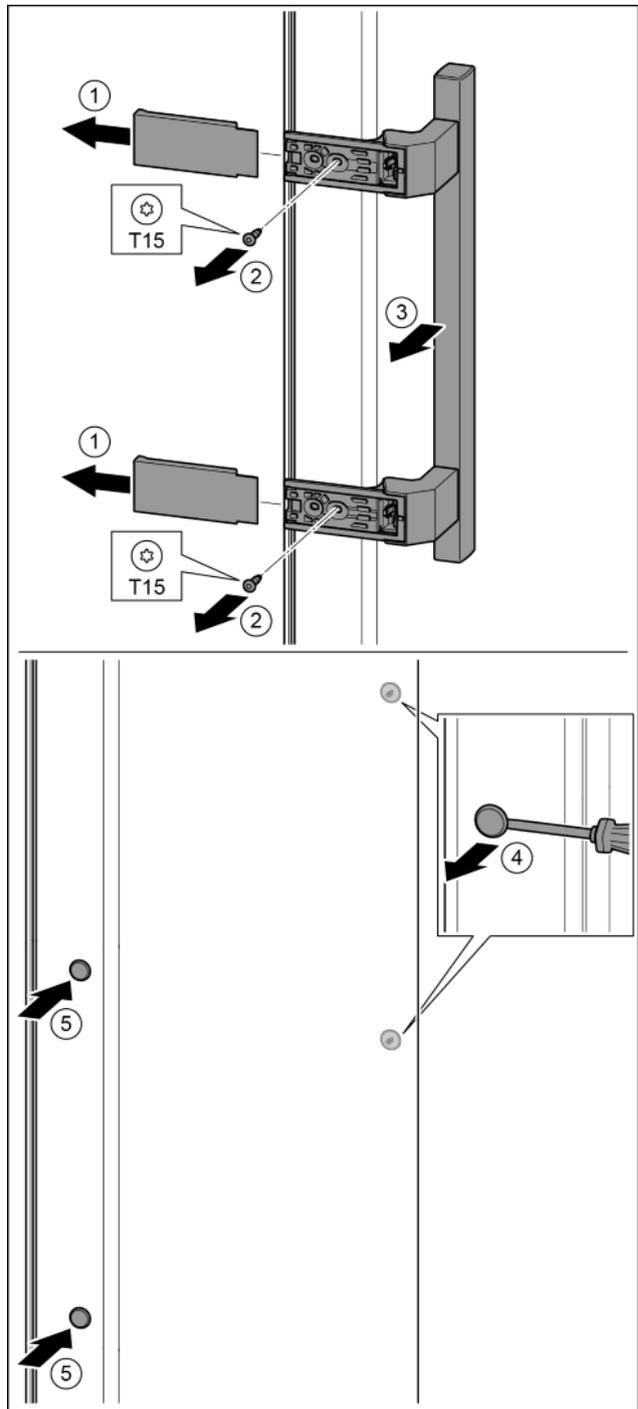

Fig. 38
- ▶ togliere la copertura. Fig. 38 (1)
- ▶ Con il cacciavite T15 svitare le viti. Fig. 38 (2)
- ▶ Togliere la maniglia. Fig. 38 (3)
- ▶ Con un cacciavite sollevare con attenzione i tappi laterali ed estrarli. Fig. 38 (4)
- ▶ Inserire nuovamente i tappi sull'altro lato. Fig. 38 (5)